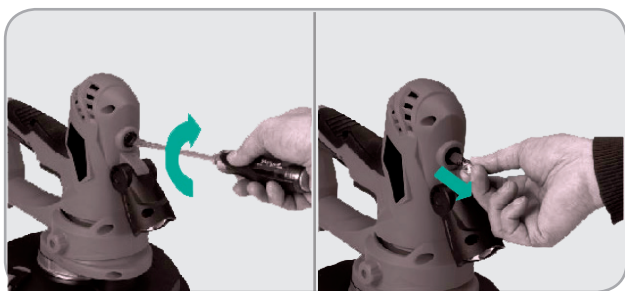

Fig.9
- Folosiți șurubelnița pentru a deschide capacul periei de cărbune și scoateți peria uzată. (Fig. 9).